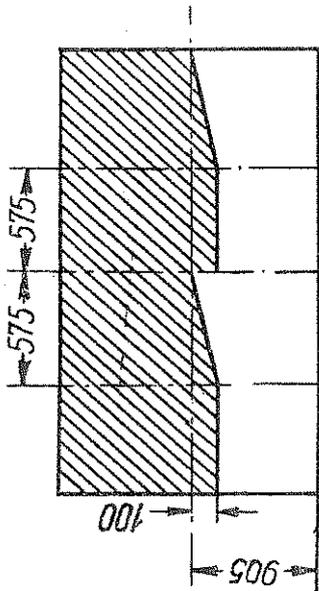

Abb. 51 Die Lage der Lichtflecklage bei den richtig einstellbaren Scheinwerfern
3. Abblendlicht einschalten und der Reihe nach jede Scheinwerfer mit Hilfe der Einstellschrauben, die sich oben und seitlich unter der Scheibenfassung befinden, so einstellen, daß die Lage der Lichtflecklage dem Bild 51 entspricht.